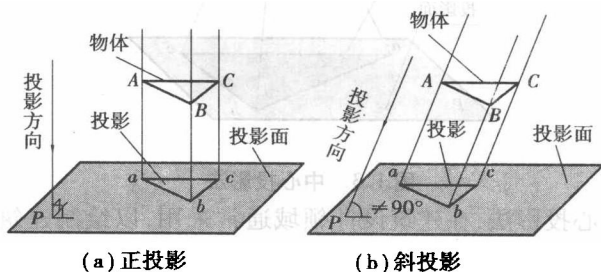

图 1.5 平行投影法
投射射线相互平行的投影方法,称为平行投影法,如图 1.5 所示。
(1)斜投影。平行的投射射线倾斜于投影面的平行投影法,如图 1.5(a)所示。
(2)正投影。投射射线垂直于投影面的平行投影法,如图 1.5(b)所示。显然,正投影能真实地反映物体的形状和大小,并且作图方便、准确,因此,在工程上得到广泛应用。绘制机械图样的基本方法,就是正投影法。在机械制图上,把投影叫视图。